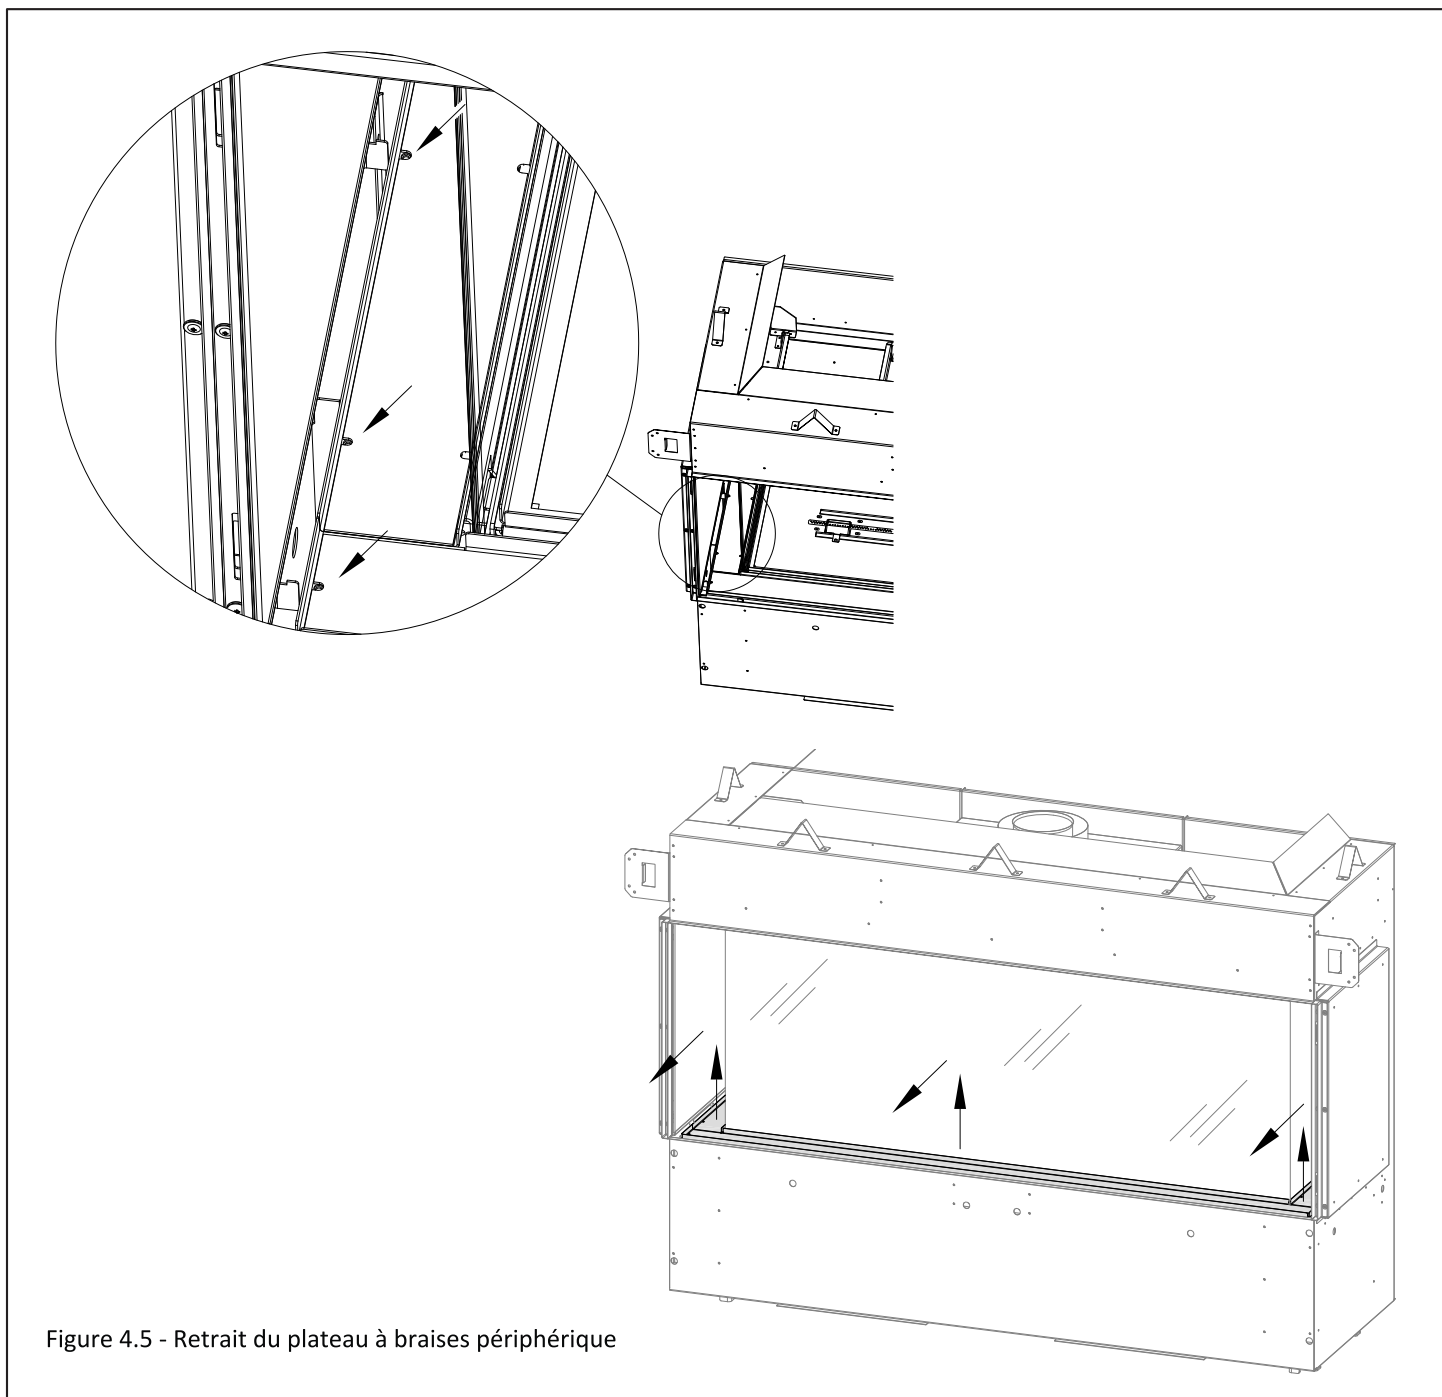

Figure 4.5 - Retrait du plateau à braises périphérique
1. Après avoir retiré la vitre de sécurité, repérez les (3) vis à métal qui retiennent chaque plateau à braises latéral et le plateau à braises avant. Voir la Figure 4.5.
2. Après avoir retiré les vis à métal, vous pouvez soulever et retirer les plateaux à braises périphériques. Voir la Figure 4.5. Réinstallez les composants dans l'ordre inverse.
1. Retirez le plateau à braises périphérique en le soulevant pour le sortir de ses fentes. Voir la Figure 4.5.